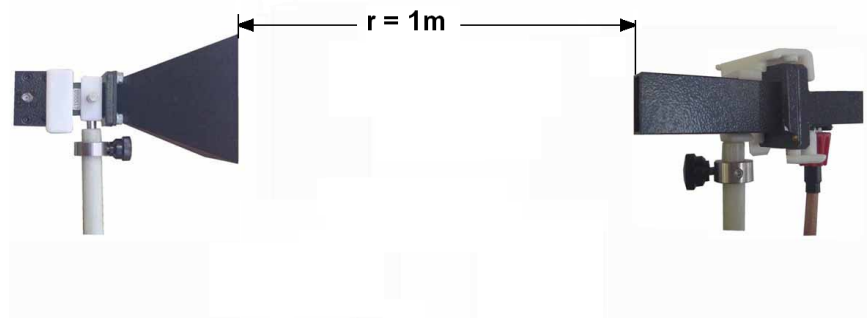

Figura 2.6 Ubicación y distancia r entre las antenas
F. Separé las antenas una distancia $r = 1\text{m}$, tal como se indica en la Figura 2.6, ajústelas de manera tal que queden alineadas y enfrentadas a la misma altura.